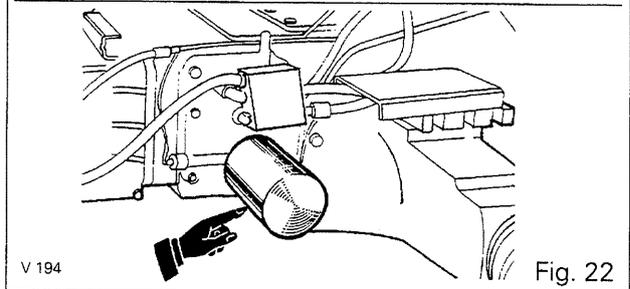

Fig. 22
• **Remplacer la crépine d'aspiration 150 microns,** (Fig. 22) toutes les 1500 heures.